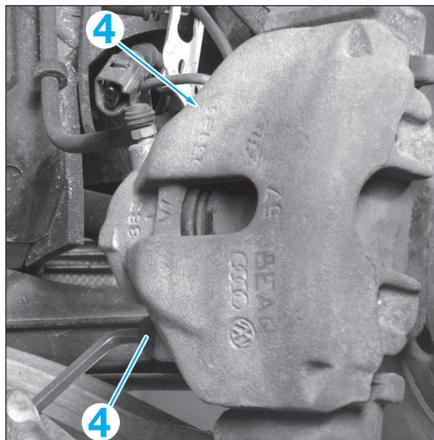

Fig. 3
- Déposer les vis (4) de colonnette de l'étrier (Fig.3).